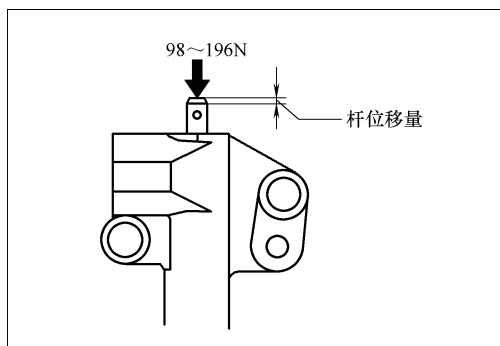

图 2-27 测量杆的位移量
④ 如图 2-27 所示, 用 98 ~ 196N 的力将杆压下, 同时测量杆的位移量。